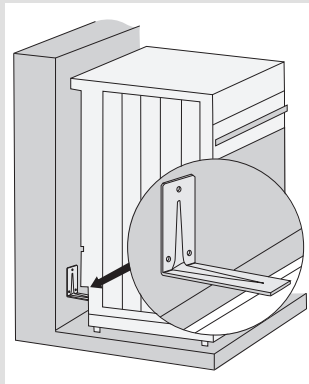

рис. 1
- Акуратно підніміть кріплення на правій і лівій стороні дверцят (позначка 1 на кріпленнях) та потягніть їх від скла (позначка 2 на кріпленнях) (див. Рис. 1)
- Повністю відкривши дверцята духовки, розверніть петлі назад( рис. 1)
- Розмістіть короткий кінець куточка відповідно до позначки на стіні. Довший кінець кронштейна повинен торкатися верхньої поверхні профілю в задній частині приладу (рис. 1).